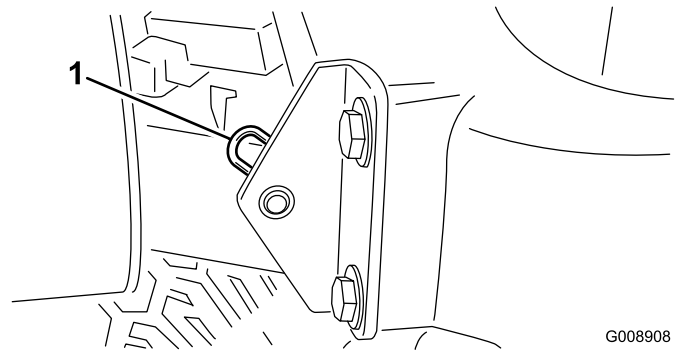

Bild 34
2. Entfernen Sie den Splint, mit dem das Gelenk der Motorhaube an den Befestigungshalterungen befestigt ist (Bild 34).